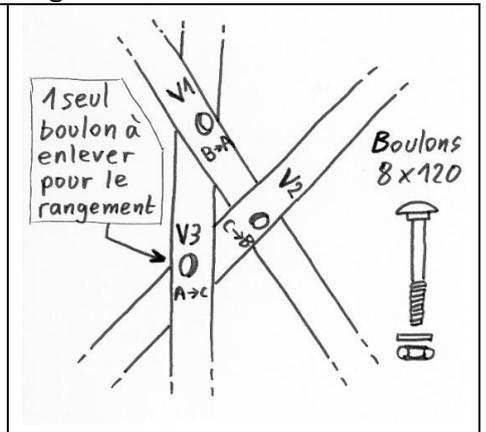

Fig. 6
- 6- On remarquera qu'il existe 3 zones de contact distinctes entre les tubes A-B, B-C et A-C. Après quelques repérages au crayon, tracer les entrées-sorties des passages des 3 boulons. Démontez le tout et percez les 3 tubes à l'atelier (trous de diamètre 8.5 mm pour boulons de 8x120). Remarque : penser à numéroter les trous à l'avance pour éviter un casse tête au remontage... (Fig. 6)